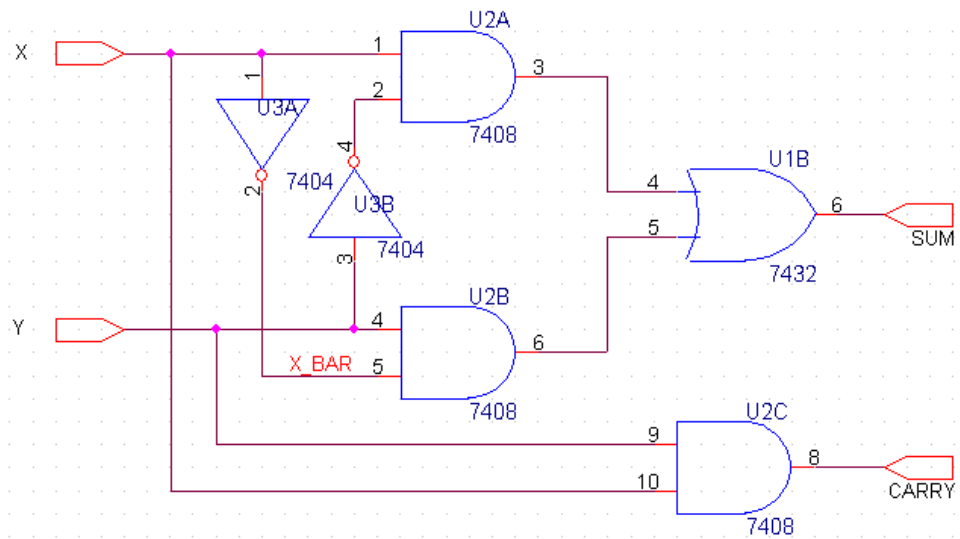

Рис.1 .
2. Собрать принципиальную схему проекта на примере схемы полного сумматора с иерархической структурой (рис. 1,2,3).
2.1. Разместить компоненты (Place / Part) на схеме нижнего уровня иерархии (рис.1), для добавления нужных библиотек использовать Add Library. Разме-
- Создать схему нижнего уровня (рис.1)